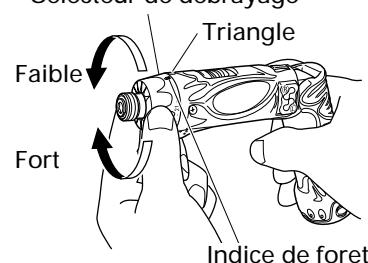

Fig. 8
6. Vérification de la position du sélecteur de débrayage (Voir Fig. 8).
(2) Indication du couple de serrage (Voir la Fig. 8)
(3) Réglage du couple de serrage (Voir Fig. 8)